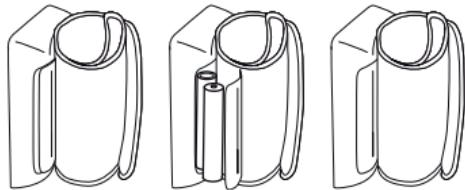

Fig. 1
- Ouvrez le couvercle du compartiment à piles situé sous l'appareil (voir la fig. 1). Insérez les piles (cf. Chapitre 12 « Caractéristiques techniques »). Veillez à faire correspondre les polarités « + » et « - ». Refermez le couvercle du compartiment à piles. **12 h** ou **24 h** clignote sur l'écran. Réglez la date et l'heure tel que décrit ci-dessous.